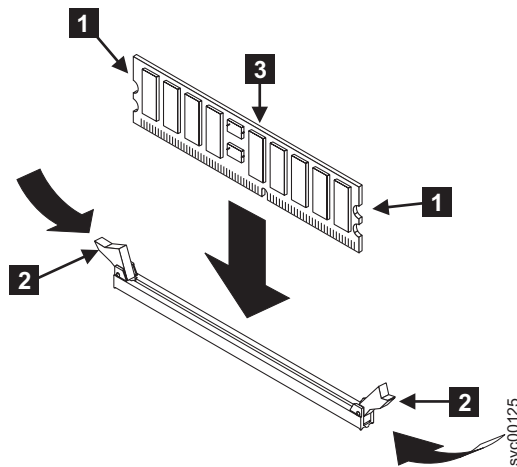

図 156. メモリー・モジュールの再取り付け
1. クリップ **2** を開き、図 156 に示すように、メモリー・モジュール **3** を下げてコネクタに差し込みます。クリップを内側に向かって押しながら閉じます。